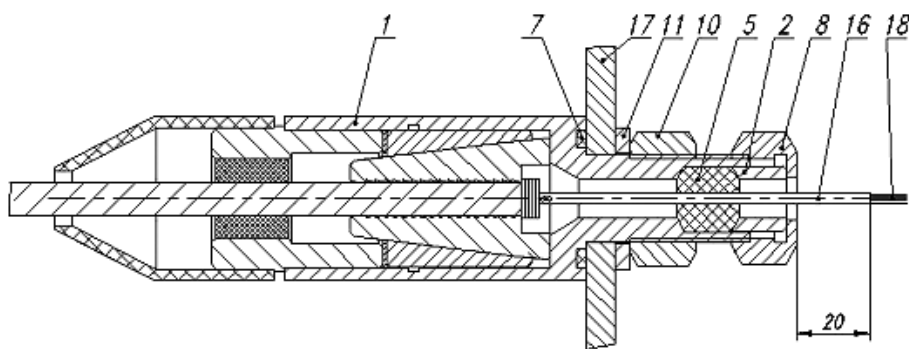
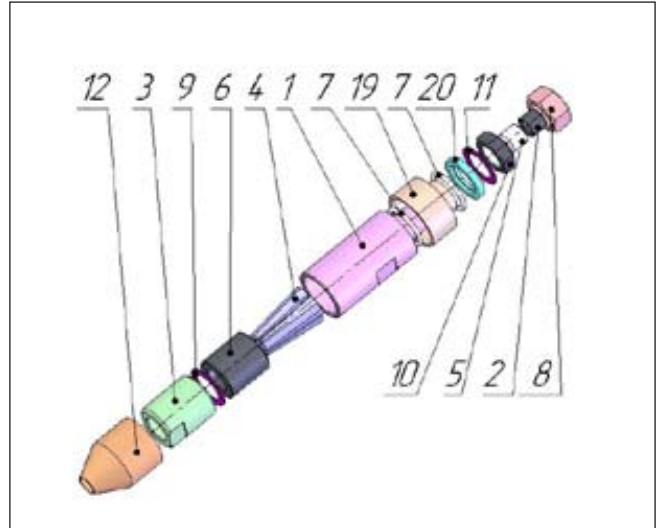

Рисунок 7 - Герметизация стальной трубки оптического модуля ОКГТ:
Рисунок 14 - Узел ввода ОКГТ для муфты МОПГ-МП
4.1.7. Надеть уплотнительное кольцо (поз.7, рисунок 7), вставить штуцер с ОКГТ в основание муфты (поз.17), надеть шайбу (поз.11) и затянуть гайку (поз.10, рисунок 7).
имеющие в своем коде обозначения букву «П» (плавка) см. рисунок 14, например «Комплект для ввода грозотроса 9-12/8-11 П». Они отличаются от вводов ОКГТ муфты МОПГ-М наличием в своем составе изолирующей пластиковой втулки (поз. 19),
5.2.1 Монтаж муфты МОПГ-МП проводят аналогично монтажу муфты МОПГ-М. Основное отличие заключается в установке вводов грозотроса (см.п. 4.1.7; рисунок 7). Ввиду того, что в муфте МОПГ-МП вводы грозотроса должны быть изолированы от основания муфты, необходимо установить дополнительные детали: втулку изолирующую (поз.19), второе уплотнительное кольцо (поз.7) и шайбу изолирующую (поз.20) в порядке указанном на рисунок 14 и 15.